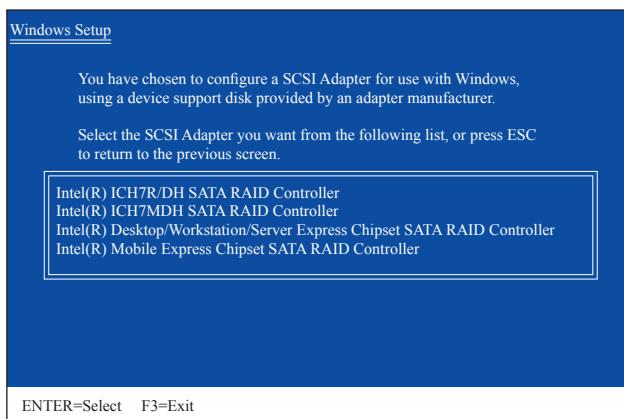
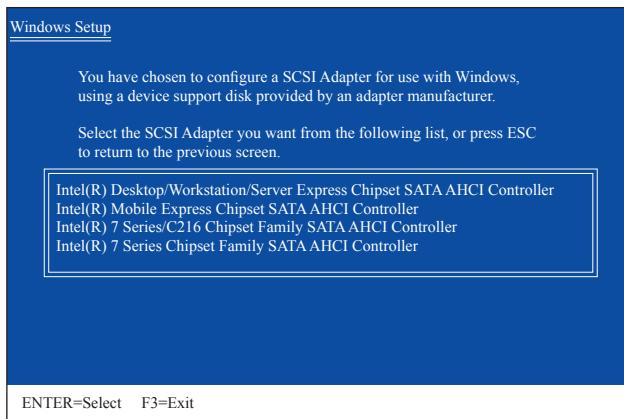

図3
図4
SATA RAID/AHCIドライバを含むフロッピーディスクを挿入し、<Enter>を押します。次に、以下の図3のようなコントローラメニューが表示されます。Intel(R) Desktop/Workstation/Server Express Chipset SATA RAID Controllerを選択し、<Enter>を押します。AHCIモードの場合、キーボードの矢印キーを使用してIntel(R) 7 Series/C216 Chipset Family SATA AHCI Controllerアイテムにスクロールし<Enter>を押します(図4)。